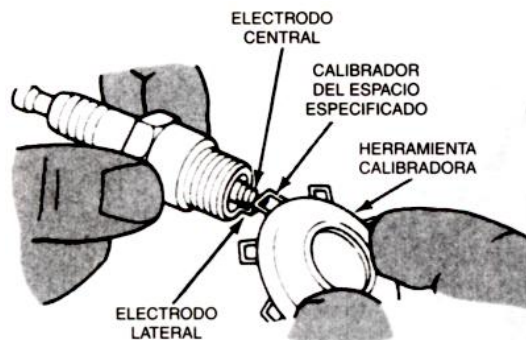

Fig. 3.44 Calibración de Bujías
- Ajuste la separación de acuerdo con lo que se indica en las especificaciones, usando para ello un calibrador de espesores de alambre (Ver Fig. 3.44).